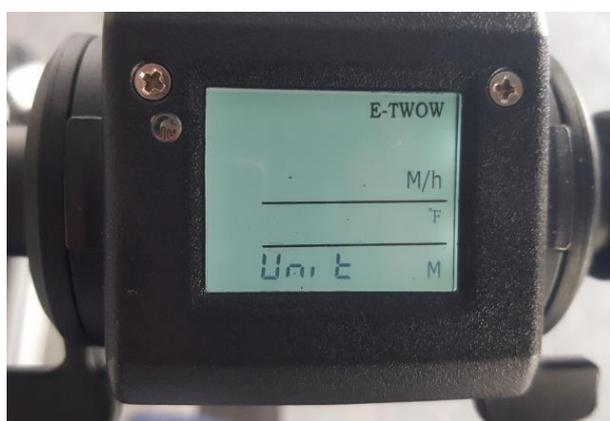

Fig 1)
L'écran tel que détaillé dans la figure 1) va s'afficher avec le réglage actuel. Si vous souhaitez modifier le système métrique d'affichage de km / h en milles / h et le système d'affichage de température de degrés Celsius en degrés Fahrenheit, appuyez sur le bouton de réglage (S) dans ce menu secondaire. Après quelques secondes, l'affichage reviendra à l'écran principal et votre réglage sera opérationnel.